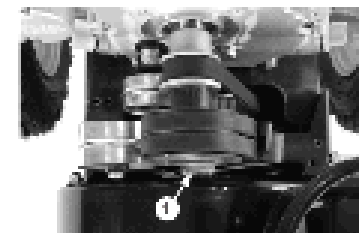

Рис. 4 Регулировка троса хода.
- нажмите рычаг включения шнеков. При полностью нажатом рычаге включения шнеков пружина п.1 (Рис. 4) должна быть растянута на 0,5 – 1 см.